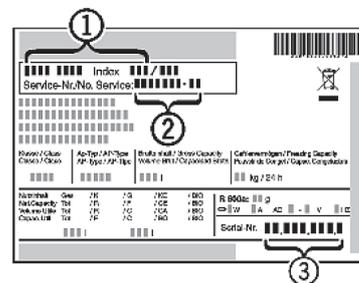

Рис. 7
- ▶ Найдите обозначение устройства *Рис. 7 (1)*, сервисный № *Рис. 7 (2)* и серийный № *Рис. 7 (3)* на заводской табличке, расположенной внутри устройства с левой стороны.
- ▶ Сообщите службе по работе с клиентами, в чем состоит неисправность, а также обозначение устройства *Рис. 7 (1)*, сервисный № *Рис. 7 (2)* и серийный № *Рис. 7 (3)*.